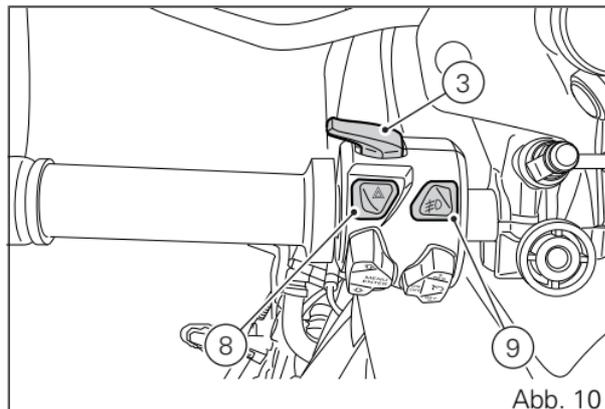

Abb. 10
3) LICHTEREIN- UND UMSCHALTTASTE (FERN-/ABBLENDLICHTER)(Abb. 10)